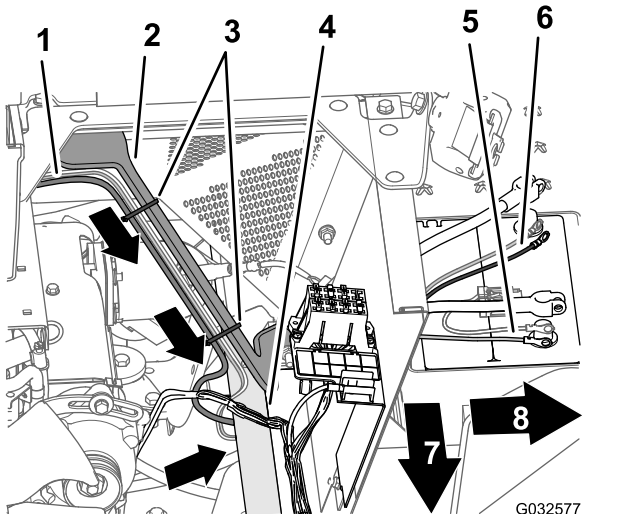

Bild 164
4. Befestigen Sie den Kabelbaum mit drei Kabelbindern im Loch im Sitzkastenwinkel und in der Motorhaubenstütze (Bild 163 und Bild 164).
5. Verlegen Sie die 10-A-Sicherung und die positiven und negativen Kabelschuhe des 220-cm-Zweigs des elektrischen Kabelbaums für das Navigationssystem zur Oberseite der Batterie (Bild 164).